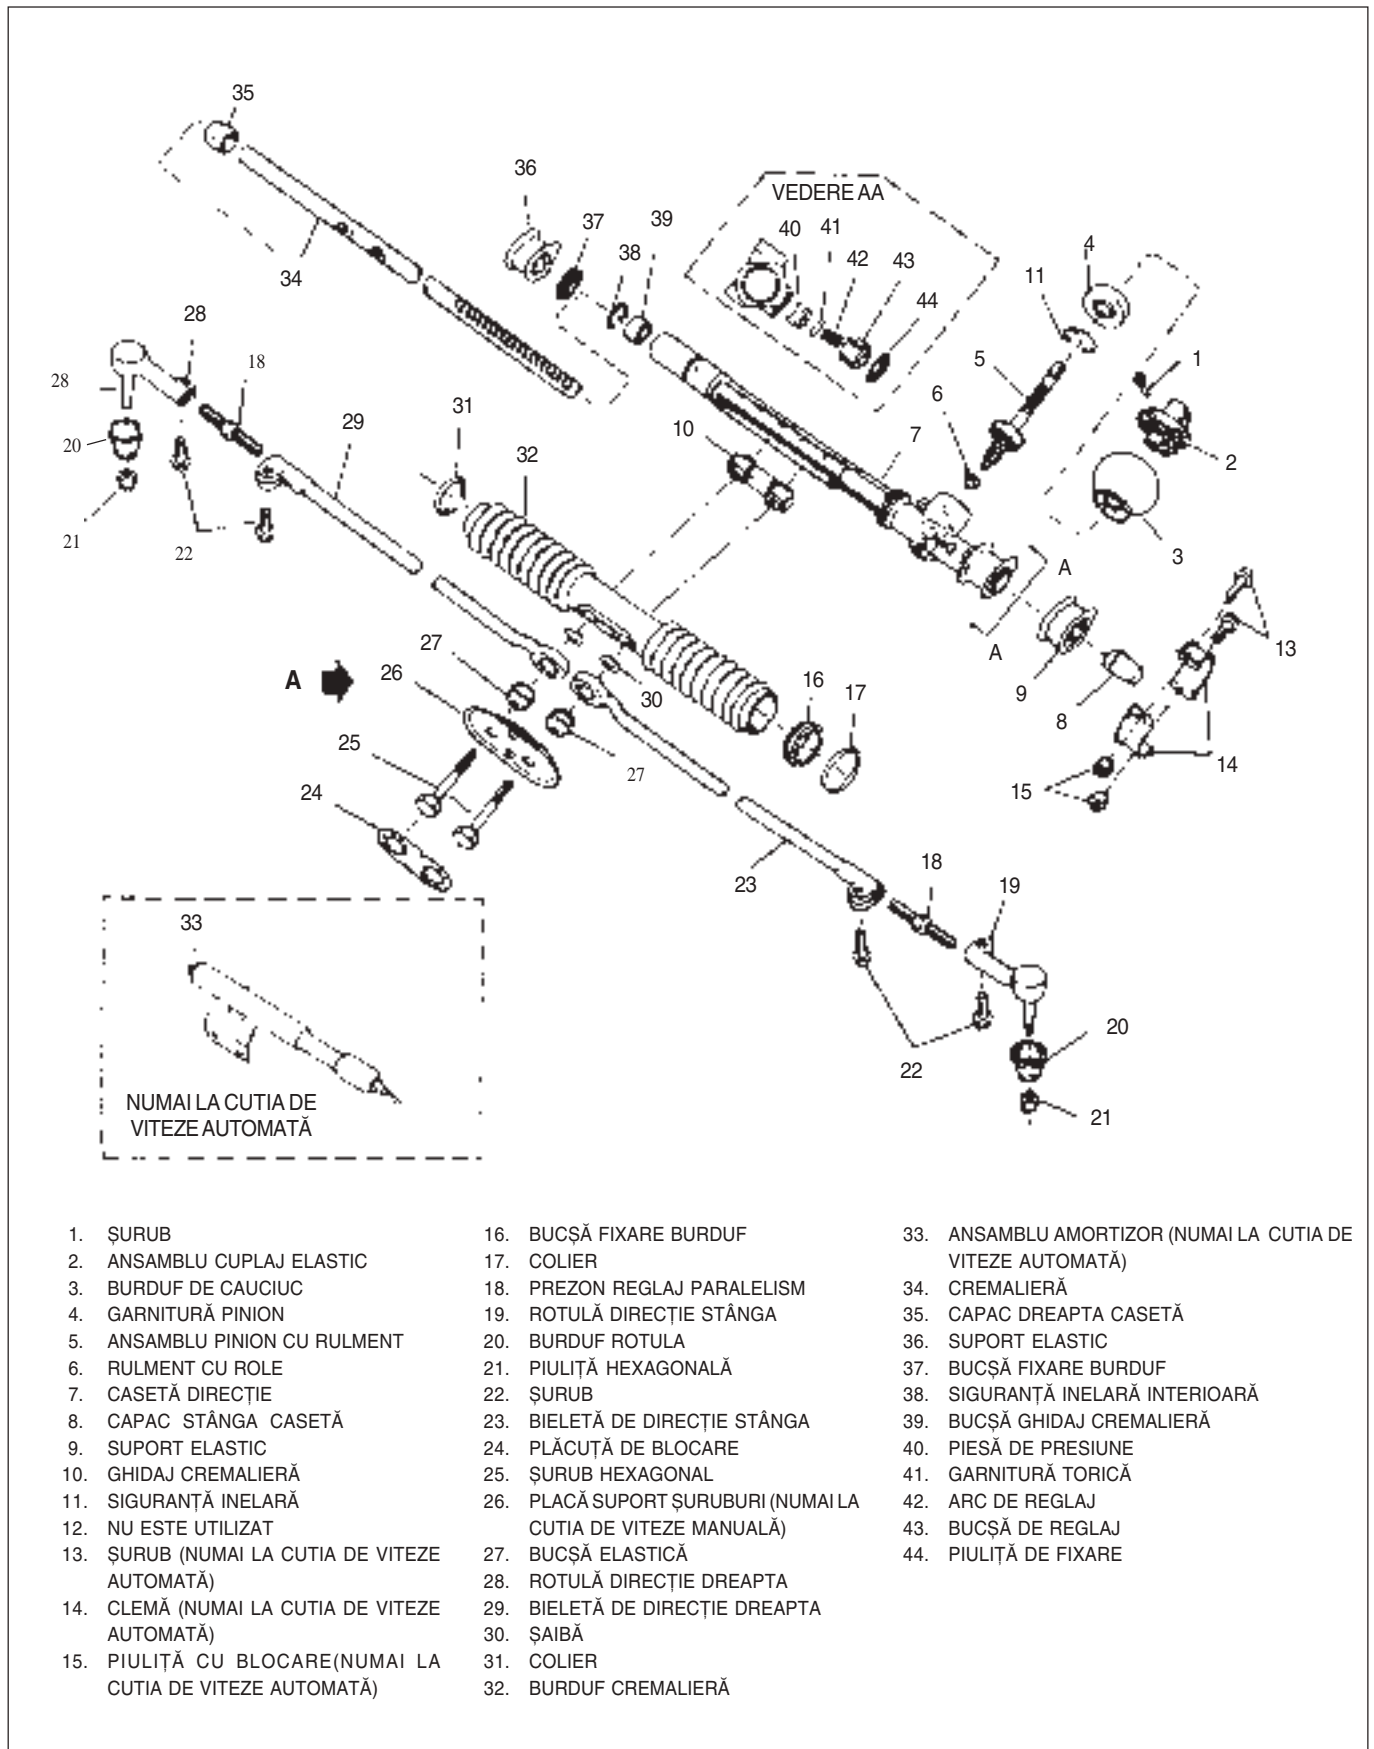

Fig. 1 Vedere de ansamblu a sistemului de direcție cu acționare manuală
#### Se demontează sau se deconectează (Fig 1)
#### Se demontează sau se deconectează (Fig 1 și 7)
**↔ Se demontează sau se deconectează (Fig 1 și 8)**
- 1) Se separă garnitura elastică (36) de pe dreapta și se demontează. Garnitura elastică (9) de pe stânga nu se va demonta decât dacă trebuie înlocuită.
- 2) Se taie ambele coliere (17) și (31) și se aruncă.
- 3) Folosind o apăsare constantă, se extrage burduful peste bucușă de fixare (37) și peste caseta (7).
- 4) Bucușă de fixare burduf (37) de pe capătul tubului casetei nu este nevoie a se demonta dacă nu e deteriorată.
- 5) Capacul (8) al casetei se demontează numai dacă este deteriorat.